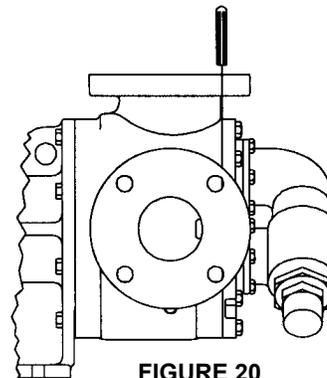

FIGURE 20
6. La tête peut alors être montée sur la pompe. Eloignez légèrement le haut de la tête de la pompe jusqu'à ce que le croissant pénètre à l'intérieur du rotor et faites tourner le pignon jusqu'à ce que ses dents s'engagent dans les dents du rotor. Alignez les repères de la tête et du boîtier, qui ont été marqués auparavant afin d'assurer un remontage correct. Vérifiez que la broche de pignon qui est décentrée dans la tête, soit placée à égale distance entre les orifices de raccord pour permettre l'écoulement correct du liquide par la pompe. Serrez les vis de la tête (ou les écrous sur les goujons sur la taille Q). Vérifiez le dégagement en bout à l'aide d'un calibre à lame selon les illustrations. Voir **Figure 20** page 10. Si le dégagement en bout est mauvais, voir la section sur le "**Réglage de dégagement en bout du joint de culasse**" page 10.
Si la pompe est en ligne et que les orifices ne sont pas accessibles, retirez la tête et les joints. Replacez la tête et mesurez l'écart comme il est indiqué. Voir Figure 20. Une fois que l'écart entre la tête et le boîtier est déterminé, sélectionnez une série de joints possédant environ 25% d'épaisseur de plus que le calibre à lame plus le dégagement en bout requis. Voir Figure 18. Notez que les joints vont se comprimer lorsque la tête sera serrée. Retirez la tête, installez tous les joints et le joint torique puis installez la tête. Serrez les vis de la tête et contrôlez la pompe en vous assurant manuellement qu'elle tourne librement.